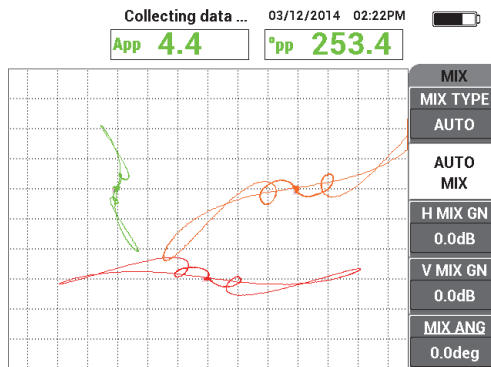

Abbildung 5-143 Prüfen des Hilfsrings mit AUTO MIX
9. Drücken Sie viermal die Direktzugriffstaste GAIN (**dB**) und stellen Sie dann **H/V VERST 2** ein bis sich das Signal des Hilfsrings von Frequenz 2 über ca. 10 horizontale Skalenteile auf dem Bildschirm erstreckt (siehe Abbildung 5-143 auf Seite 244).
Das NORTEC 600 zeichnet 5 Sekunden des Signals des Hilfsrings auf und führt automatisch den Signalmix durch (siehe Abbildung 5-143 auf Seite 244).